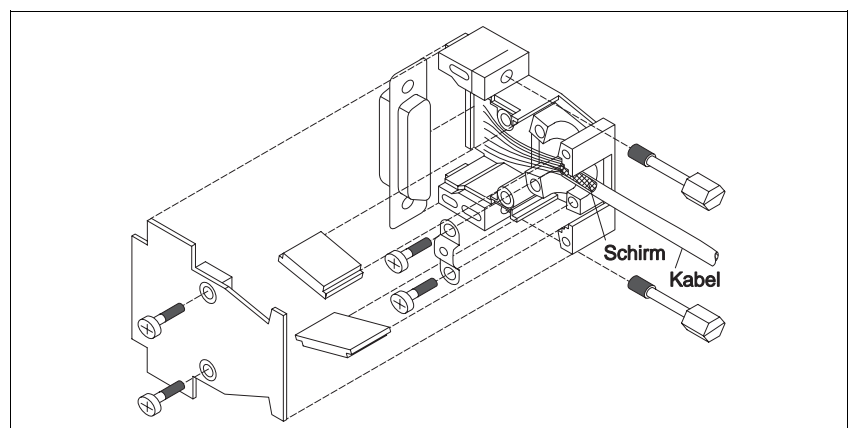

Bild 5 Zusammenbau Schnittstellenstecker
3. Zwei Sechskantbolzen (Bild 5) in Steckergehäuse eindrehen.